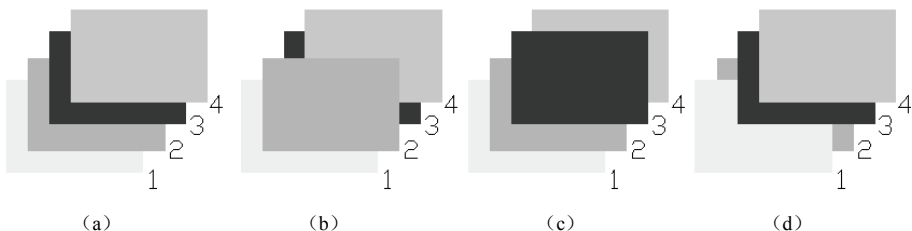

图 10-13 绘图次序调整示例
(1) 选择对象: 选择欲修改位置的对象。
(2) 对象上(A) : 将前面选择的对象置于即将选择的对象之上。
(3) 对象下(U): 将前面选择的对象置于即将选择的对象之下。
(4) 最前(F) : 将前面选择的对象置于最前面, 即前置。
(5) 最后(B): 将前面选择的对象置于最后面, 即后置。
(6) 选择参照对象: 选择参照的对象即前面欲修改的对象是相对于现在选择的参照对象进行调整。
**【例 10.2】** 调整图 10-13 中 4 个矩形的前后次序。
(1) 绘制 4 个矩形填充图案, 复制 4 份以便对照, 如图 10-13 (a) 所示。
(2) 执行 **draworder** 命令, 选择“最前”参数, 然后选择标记为 2 的矩形, 结果如图 10-13 (b) 所示。
(3) 执行 **draworder** 命令, 选择“最后”参数, 然后选择标记为 1 的矩形, 结果如图 10-13 (c) 所示。
(4) 执行 **draworder** 命令, 选择“对象下”参数, 然后在“选择对象”的提示下选择标记为 2 的矩形, 在“选择参照对象”的提示下, 选择标记为 1 的矩形, 结果如图 10-13 (d) 所示。